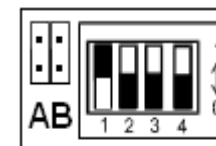

Рис. 10
Программирование осуществляется при открытой крышке с помощью движковых микропереключателей (рис.10). Программирование может быть произведено до установки УКП. Для программирования ключей на УКП должно быть подано напряжение питания.
**Положение движка №1** используется для программирования кодов электронных ключей. Установить движок №1 в секции микропереключателей, на плате управления в положение “1” (рис. 10). Коснуться электронным ключом контактного устройства. Факт программирования отображается звуковым сигналом через 2сек. Данный ключ будет обладать функцией санкции «доступа» к кнопкам «пуск». После записи «ключа доступа» движок №1 установить в положение “0”.